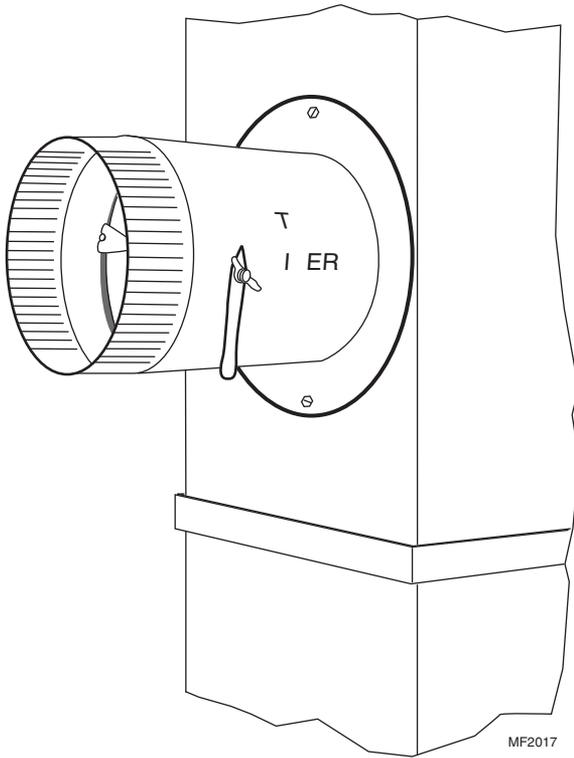

Fig. 6. Installation du collet
11. 11. Assembler le registre de mise hors service pour l'été dans le collet de départ. Vérifier que le registre s'ouvre et se ferme sans entrave et que le levier du registre est accessible. Inscrire " Été " à la position où le registre est fermé, et " Hiver " à la position où il est ouvert. Voir la figure 6.